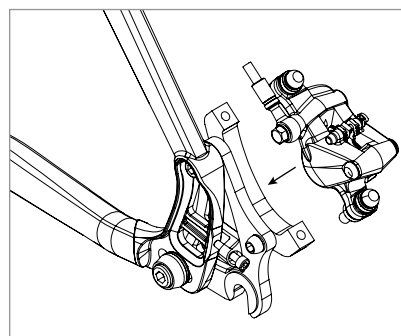

Figure 6
4. Installer l'étrier de frein arrière et la roue arrière, puis aligner et fixer l'étrier de frein au rotor selon les instructions du fabricant des freins (figure 6).